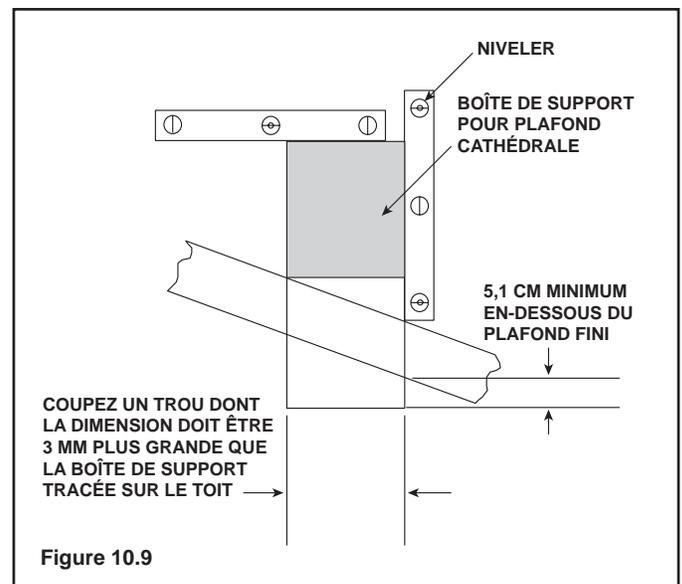

Figure 10.9
- Introduisez la boîte de support dans le trou du toit jusqu'à ce que son fond se trouve au moins 5,1 cm en-dessous du plafond (Figure 10.9).